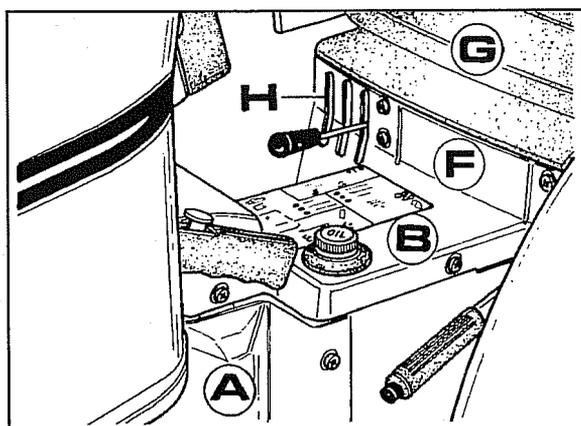

Fig. 1
- 1 Enlever le siège **G**, la protection centrale **B**, le flanc **A** ainsi que celui du côté opposé et la traverse **F** comme illustré dans la fig.1.